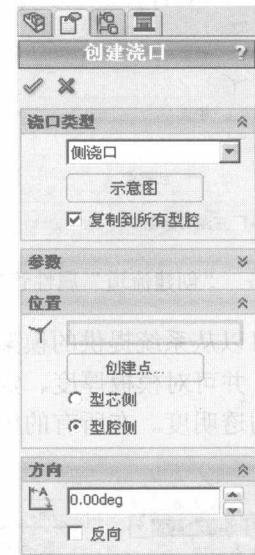

图 1-5 “创建浇口”属性管理器
(2) 浇注系统设计。在 IMOLD 工具栏中单击 (浇注系统) 按钮，弹出快捷菜单。单击“浇口设计”→“创建浇口”命令，弹出如图 1-5 所示的“创建浇口”属性管理器。